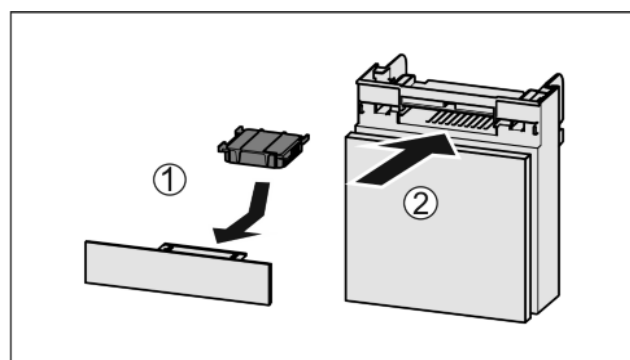

Fig. 50
- ▶ Anbring aktivkulfilteret som vis på billedet Fig. 50 (1).
- ▶ Skub rummet ind Fig. 50 (2).